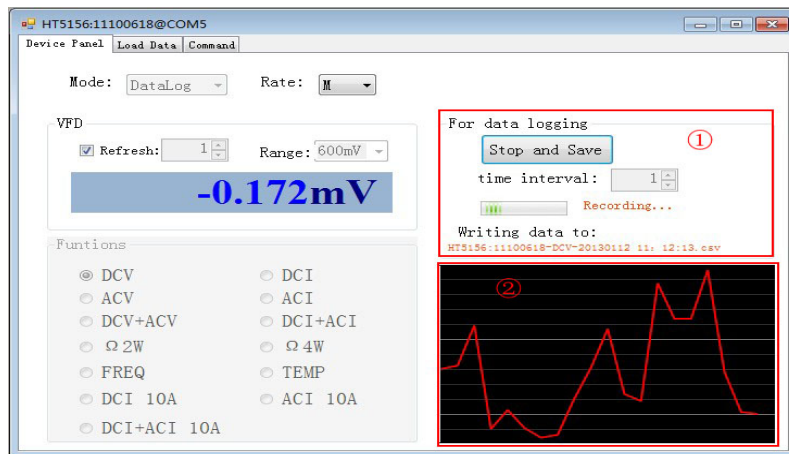

图 18
图 18 为正在记录数据时的界面，标注①处会显示数据记录的文件名称，记录时按照“设备号:设备序列号-量测功能项-时间.csv”的格式命名文件。同时按钮名称会变为“Stop and Save”。同时标注②处会实时在坐标上画出当前所记录数据的波形（OVLD 和 NULL 除外）。记录数据时若从设备读出的数据为 OVLD 时则记录 OVLD，若读出数据为空时则记录 NULL,其他情况则记录数据。在标注②处，可以显示当前的坐标，还可已选择是否显示网格、选择放大以及自适应大小功能。